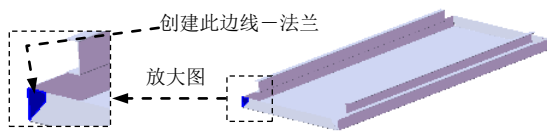

图 17.9.35 创建边线—法兰 13
Step16. 创建图 17.9.35 所示的边线—法兰 13。